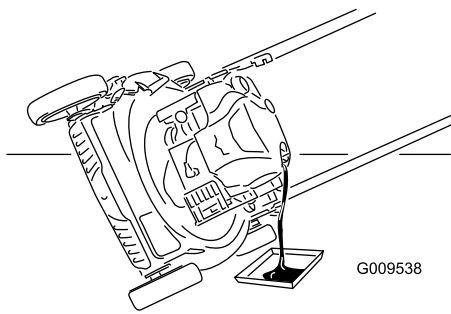

Figura 18
- Coloque el cortacésped de lado con el filtro de aire hacia arriba para drenar el aceite usado a través del tubo de llenado de aceite (Figura 18).